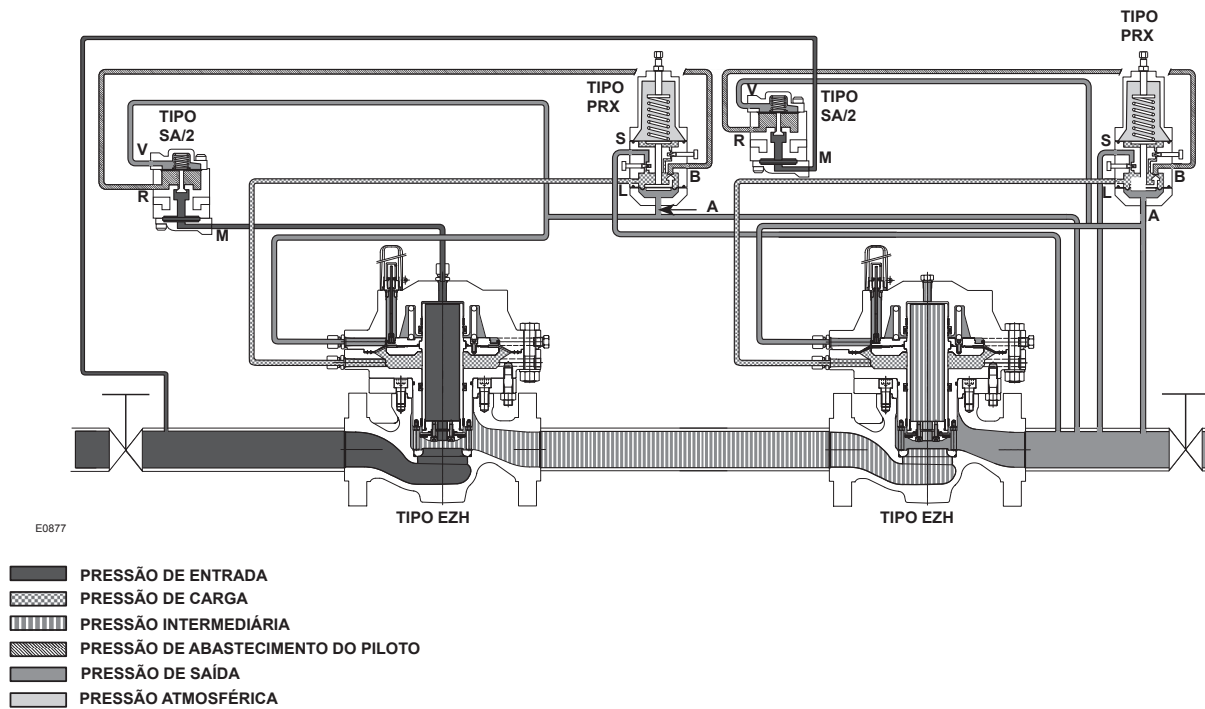

Figura 4. Sistema de Monitoramento Totalmente Aberto ("Wide-Open")
Sistemas de Monitoramento Totalmente Abertos (Wide-Open) (Figura 4)
1. Siga os procedimentos de todas as seções de Instalação, e depois siga para a etapa 2 desta seção. As linhas de controle de sangria e sensora dos pilotos a montante e a jusante serão conectadas à tubulação a jusante (veja a Figura 4).